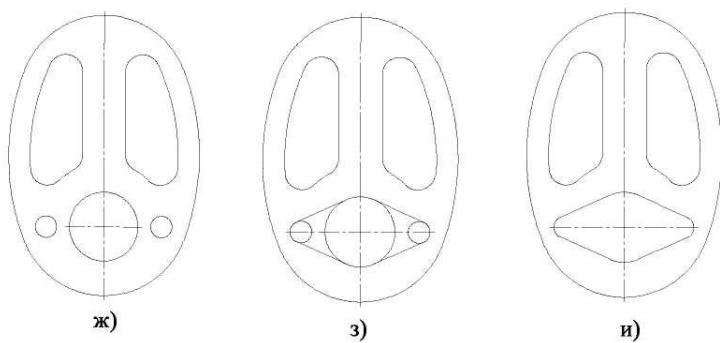

Рис. 2.12 - Последовательность выполнения лабораторной работы
- 2) Изобразить осевые линии (рис.2.12 а). Для этого:
- б) щелкнуть по пиктограмме **Отрезок**, задать стиль линии **Осевая**, а затем изобразить осевые линии (рис. 2.12 а). При формировании изображений осевых линий использовать расширенную команду  - **Параллельный отрезок** -
- 3) Изобразить заданные окружности (рис. 2.12 а). Для точного указания точек использовать объектную привязку **Пересечение**. Для этого щелкнуть на кнопке  - **Установка глобальных привязок** и в открывшемся окне установить опцию **Пересечение**.
- 4) Построить окружности, касательные к заданным окружностям (рис. 2.12 б).
- 5) Удалить ненужные части окружностей. Использовать команду  - **Усечь кривую** панели **Редактирования** (рис. 2.12 в).
- 6) Построить дугу окружности **m** на заданном удалении от внешнего контура и прямую **n**, параллельную вертикальной оси симметрии (рис. 2.12 г). Использовать команду  - **Эквидистанта кривой** панели **Геометрия**.
- 7) Построить сопряжения между прямой **n** и дугой окружности **m**. Для построения сопряжений использовать команду  - **Скругление** (рис. 2.12 д, ж).
8) Построить окружности и касательные к ним. Для построения касательных использовать опцию - **Отрезок, касательный к двум кривым** (рис. 2.12 з, и).
9) Удалить ненужные части окружности с использованием команды **Усечь кривую** (рис. 2.12 к).
10) Установить точность размерных надписей - число знаков после запятой 0 (рис. 2.12). Выполнить изображения размеров.